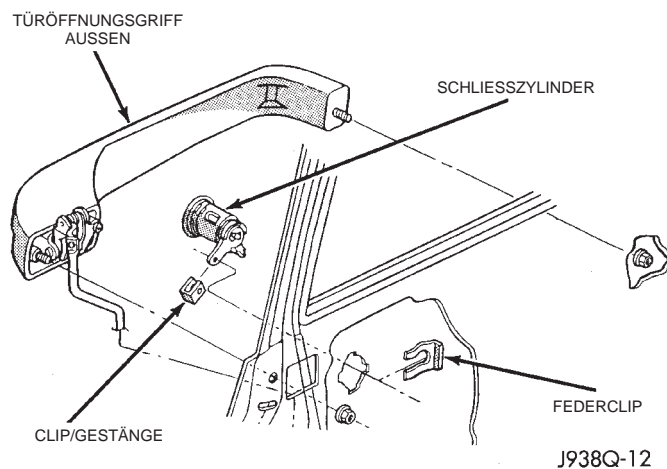

Abb. 4 Türschließzylinder aus- und einbauen
(8) Türverkleidung so weit vom Türinnenblech abziehen, daß die Steckverbinder von der Schaltzentrale und von der Innenraumleuchte an der Tür (je nach Ausstattung) abgezogen werden können.
(9) Wasserschutzfolie von der hinteren Montageöffnung am Türinnenblech abbauen.
(10) Den Federclip lösen, mit dem der Schließzylinder am Türaußenblech befestigt ist (Abb. 4).